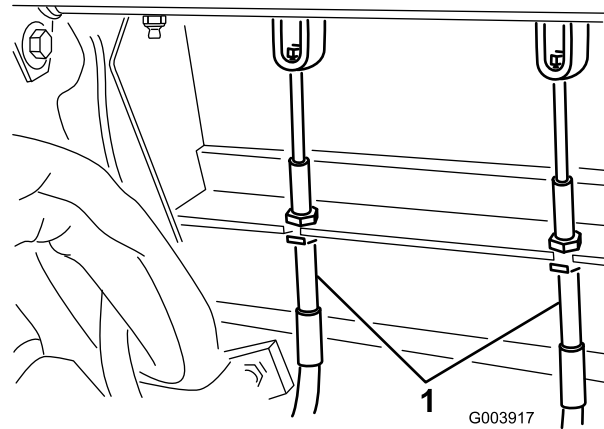

Figura 68
2. Para reducir la holgura de los pedales de freno, apriete los frenos aflojando la tuerca delantera del extremo roscado del cable de freno (Figura 68).